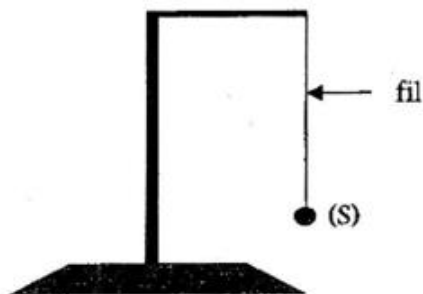

Figure 1
On considère le dispositif ci-dessous (fig.1). Les masses des fils et de l'anneau O sont négligeables. Le solide (s) a une masse $m = 10^3\text{g}$.
On considère un pendule simple constitué d'un fil inextensible de masse négligeable et d'un solide (S) de poids $\vec{P}$ supposé ponctuel. Le pendule est attaché à une potence (figure 1).